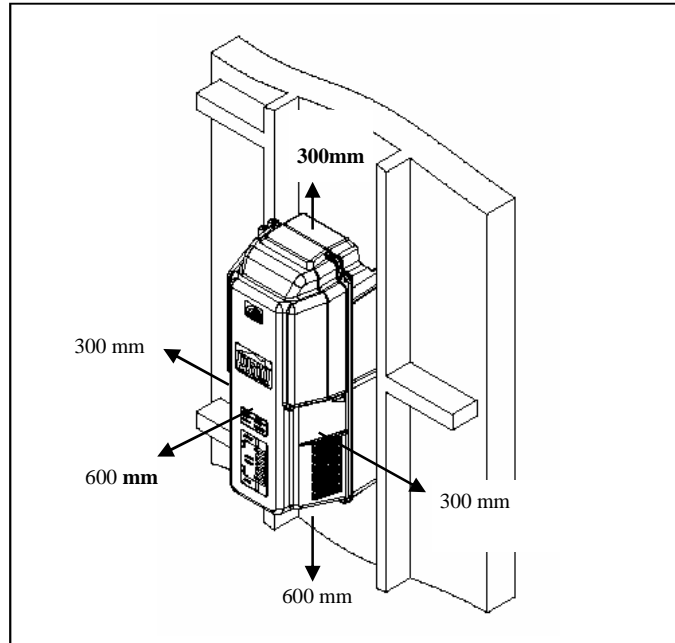

Abbildung 1 Betriebsabstände
- ☐ Minimale Betriebsabstände zu umliegenden Bauelementen (siehe Abbildung 1).
Achten Sie darauf, dass die auf dem Typenschild angegebenen Betriebsabstände eingehalten werden (siehe Abbildung 1). Innerhalb dieser Abstände dürfen sich keine Hindernisse oder Gegenstände befinden.